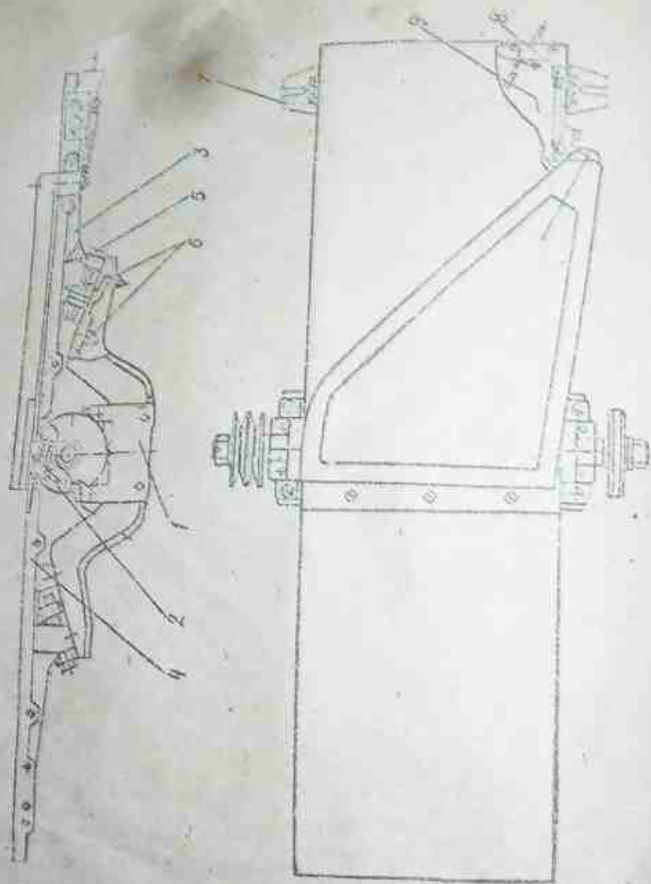
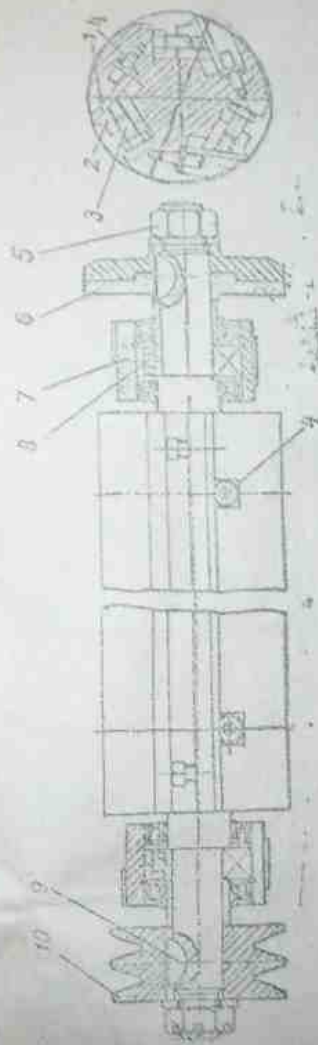
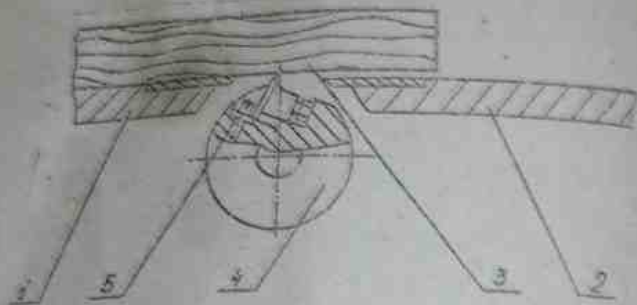

Рис. 2. Фуговальная часть:
Рис. 3. Вал поперек в сборе:
Рис. 4. Регулировка положения ножей в ножовом блоке.
3.11. Для жерновой остановки приспособления служит выключатель 8 (рис. 2).
Фуговальная часть (рис. 2) состоит из основания 1, на котором закреплены ножевой вал 2, передний 3 и задний 4 фуговальные столы, взаимозаменяемые между собой. Ножевой вал (рис. 3) имеет три ножа 1, которые закреплены в нем с помощью клиньев 2 и болтов 3. Регулировка положения ножей по высоте осуществляется с помощью винтов 4. Передний 3 и задний 4 фуговальные столы регулируются по высоте в пределах 7 мм с помощью болтов 5 и стоек 6 по окончании регулировки гайками 6 (рис. 2).
К заднему фуговальному столу на двух кронштейнах 6 крепится пильный стол 4 (рис. 1). В рабочем положении пильный стол фиксируется двумя петлями 8 (рис. 1), которые привертываются к шпилькам кронштейнов 7 (рис. 2) переднего фугового стола и зажимаются двумя гайками-барашками 9 (рис. 1). В нерабочем положении пильный стол откидывается на кронштейнах 6 (рис. 1) до упора в поверхность земли. К пильному столу с помощью регулируемого кронштейна 10 крепится расширяющийся нож 7, на котором смонтированы два подвижных кожуха защиты верхней части диска пилы.
Выверну положении ножей в рабочем виде можно привинтить с помощью бруска 4 (рис. 4). В рабочем виде 4 слегка фиксирует ножи в положении, при котором регулировка кромки ножей осуществляется на кромке шпильки на 4,5 мм. Подъем стола осуществляется задний стол 1 до высоты упора, чтобы ножи при вращении вали рулетную елку касались удлинителей на стальной стальной арматуре обработанного бруска 4 на расстоянии 100 мм от края ножа. Затем брусок перемещают на другую сторону стола и, выкручивая винт, добиваются полного прилегания бруска к стальной кромке ножа. При этом же положении стола проверяют правильность установки винтов и стальных прокладок. Если между бруском и стальной кромкой
га зазор (не будет касания), то нож несколько выдвигают, вворачивая винт 5 (рис. 4). Если брусок будет лежать на кромке ножа, то нож несколько вдвигают и паз, вворачивая винт 5.
Рабочая поверхность заднего стола 1 (рис. 4) должна совпадать с горизонтальной плоскостью, касательной к цилиндрической поверхности резания ножей. Чтобы установить стол в нужное положение, берут правильно обработанный брусок 3 из древесины твердых пород, укладывают его плотно на стол 1 и вручную проворачивают ножевой вал. Если при этом ножи слегка касаются бруска, то стол установлен правильно. Если брусок лежит на ножах, то стол необходимо поднять, если выше ножей — опустить, что можно сделать при помощи болта 5 (рис. 2), предварительно открутив гайки 6. По окончании регулировки гайки 6 за-
Положение переднего стола 3 относительно заднего зависит от желаемой толщины слоя древесины (но не более 3 мм), снимаемого за один проход с заготовки. Положение переднего стола 3 (рис. 2) по высоте изменяют винтовыми образцами.
По окончании регулировки фуговальных столов отрегулируйте положение кронштейнов крепления пильного стола. Для этого опустите болты крепления кронштейнов, установите пильный стол в рабочее положение (накройте им фуговальную плиту). Перемещая кронштейны 7 (рис. 2), добейтесь такого положения, при котором петли 8 (рис. 1) свободно перемещаются в пазах кронштейнов 7. Затяните болты.
Приспособьте кронштейн 9 (рис. 2), идущий от пилочката на вваривной станочке приспособления к клемме магнетки двигателя мотоблока (к той же клемме подсоединяется провод от станочки вваривной станочки мотоблока).